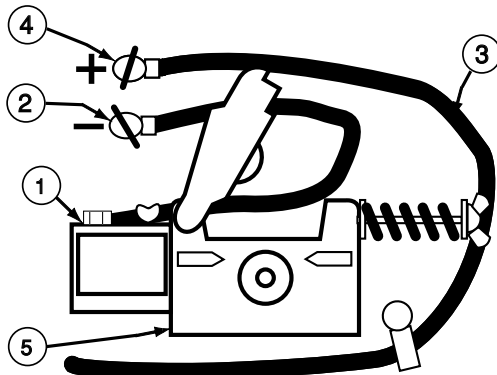

FIGURE A.3
2. Faire passer l'extrémité du câble de retour portant la cosse à oeillet le plus petit dans le trou d'accès du câble de retour (1) à l'avant du boîtier.
3. Faire passer le câble sous la boîte d'engrenages du dévidoir (6) et autour de celle-ci.
4. Pour **INNERSHIELD** Seulement: Référéz-vous à la figure A.3. Comme livré, la machine est reliée pour le point négatif 2 de polarité d'électrode. C'est la configuration appropriée pour le processus d'Innershield. Pour accomplir l'installation, utilisez l'écrou-papillon fourni pour relier le crochet terminal de câble's de travail (+) au point positif 4 de borne de rendement situé au-dessus du point 5 de boîte de vitesse d'alimentation de fil. Assurez-vous que les deux écrous-papillons sont serrés?